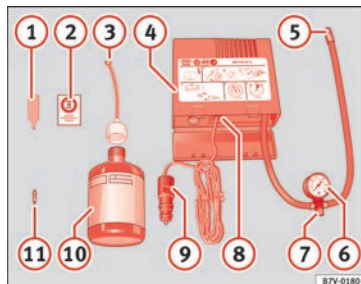

Fig. 86 Representación estándar: contenido del kit antipinchazos.
El kit antipinchazos se encuentra en el compartimento del maletero bajo el revestimiento del suelo. Incluye los siguientes componentes » **fig. 86:**
Vuelva a enroscar el tubo de inflado » fig. 86 ⑤ y compruebe la presión en el manómetro ⑥.